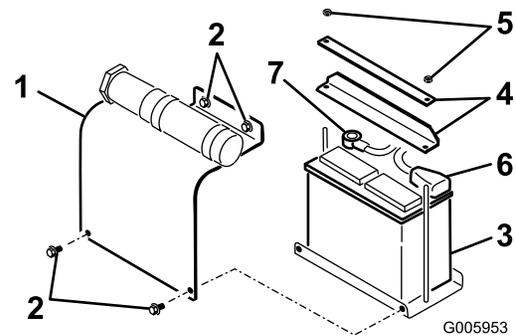

図 35
2. バッテリーカバーを取り出す（図 35）。
1. バッテリー固定用のバーとナットを外す（図 35）。
2. バッテリーのマイナス端子にマイナス（黒）ケーブルの接続を外す（図 35）。
3. バッテリーのプラス端子にプラス（赤）ケーブルの接続を外す（図 35）。
1. プラットフォームにバッテリーを取り付ける (図 35)。
2. 先ほど取り外したナットとバーで、バッテリーをシャーシに固定する (図 35)。
3. バッテリーのプラス端子にプラス (赤) ケーブルを接続する (図 35)。ゴムカバーをかぶせる。
4. バッテリーのマイナス端子にマイナス (黒) ケーブルを接続する (図 35)。
5. バッテリーカバーを取り付ける (図 35)。